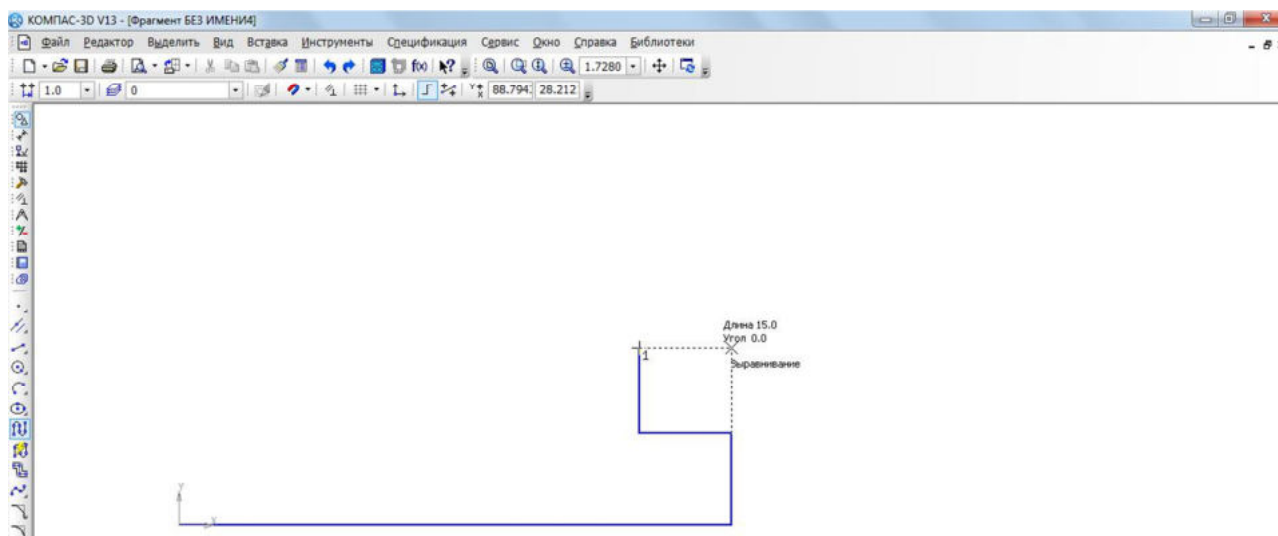

Рис. 5 Установка привязки **Выравнивание**
- ☐ установите курсор так, чтобы его «ловушка» захватывала объект (вертикальный отрезок), к которому требуется привязаться. В точке, соответствующей выбранной привязке, появится «крестик», свидетельствующий о срабатывании привязки (рис. 5);